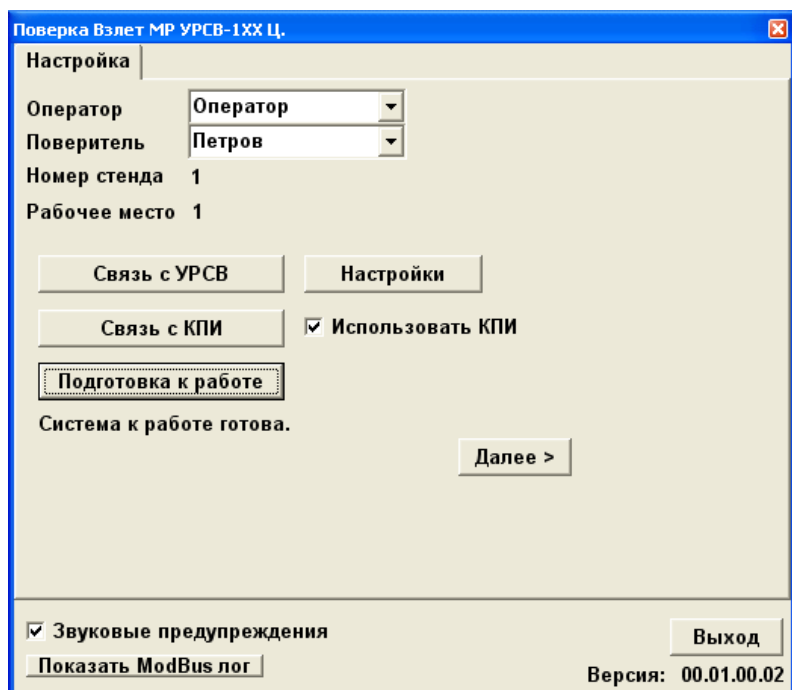
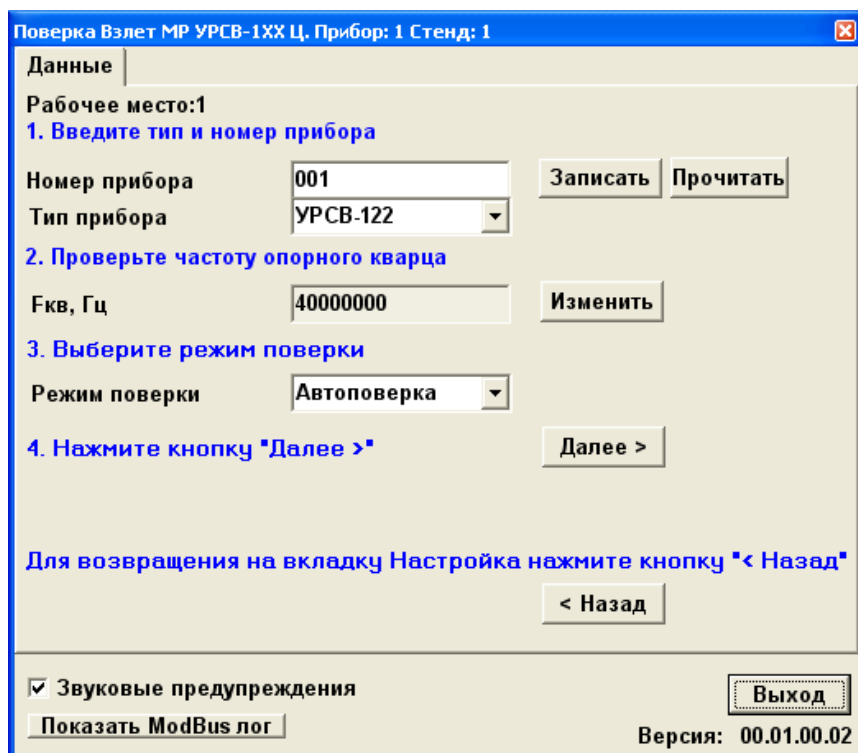
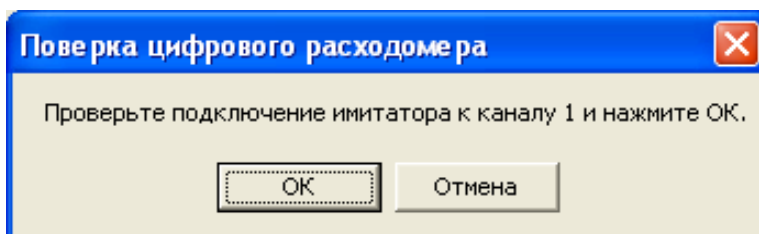

Рис. 40. Основное окно программы после проверки готовности к работе
Рис. 42. Окно программы «Данные»
Рис. 44. Вкладка проверки подключения 1 канала к стенду СА-01
- 2.7.2. Введите в соответствующих окнах фамилию поверителя и номер рабочего места. Поставьте «галочку» в окне **Использовать КПИ**. Кликнув по иконкам **Связь с УРСВ** и **Связь с КПИ**, проверьте правильность подключения КПИ и поверяемого УРСВ-1хх ц к СОМ-портам ПК и параметры связи. Нажмите кнопку **Подготовка к работе**. После проверки готовности окно программы примет вид, показанный на рис. 40.
2.7.4. В появившемся основном окне программы (рис.40) нажмите кнопку **Далее**. Окно программы примет вид, показанный на рис. 42.
2.7.6. В появившемся окне программы **Данные** (рис.42) нажмите кнопку **Далее**, появится окно рис. 44.